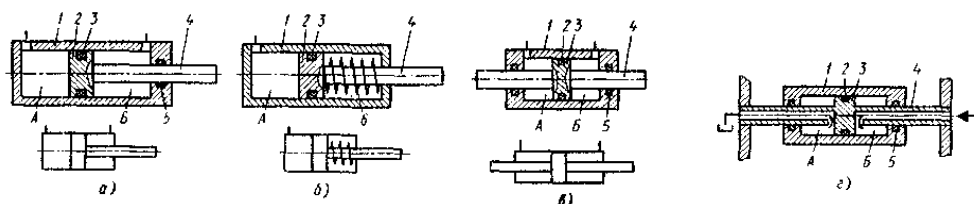

Рисунок 1 – Схемы поршневых гидроцилиндров:
Поршневым называют гидроцилиндр, в котором рабочие камеры образованы рабочими поверхностями корпуса и поршня со штоком (рис. 1). В цилиндрической расточке корпуса 1 (рис. 1, а) находится поршень 2, жестко соединенный со штоком 4. Цилиндр имеет две полости: поршневую А – часть рабочей камеры, ограниченную рабочими поверхностями
– со стороны поршневой полости для цилиндров с односторонним штоком (см. рис. 1,  $a$  и  $б$ )
– со стороны штоковой полости для цилиндров о односторонним (см. рис. 1,  $a$ ) и двусторонним (см. рис. 1,  $в$  и  $г$ ) штоками при условии равенства диаметров правого и левого штоков